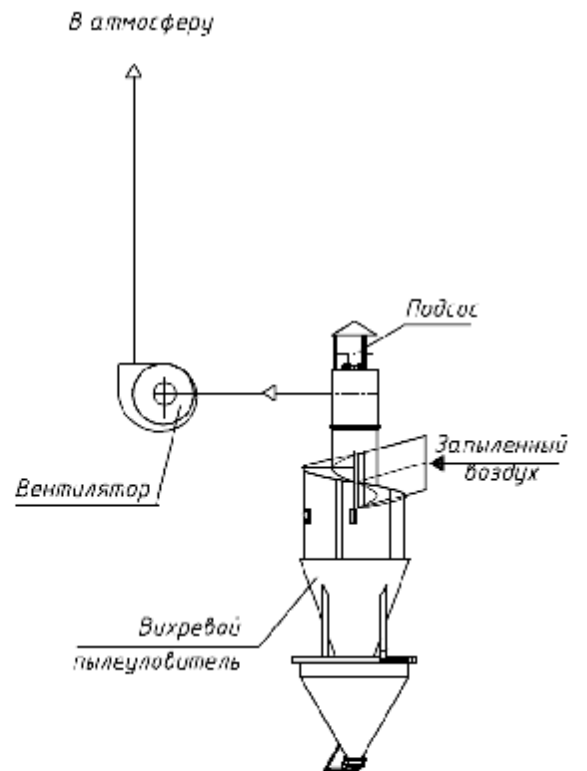

Рис.3. СХЕМА ПОДКЛЮЧЕНИЯ
5. Пылеуловитель предназначен для установки на всасывающей магистрали рабочего тракта (приложение 2, рис.3).